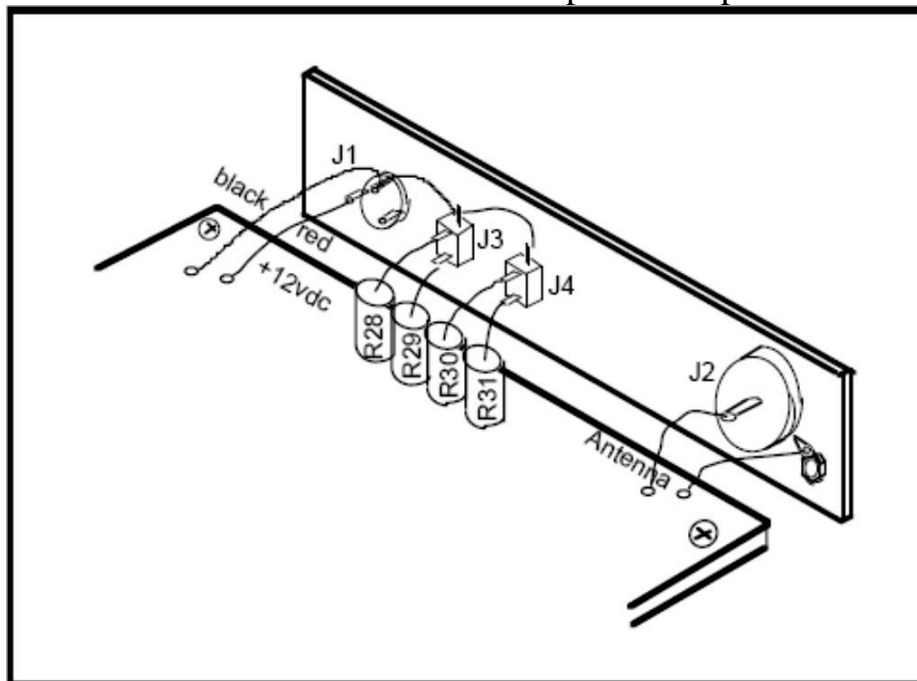

Figura 13. Cableado del panel trasero (R32 resistencia no se muestra)
13. Instale un extremo de cada resistencia fija R28-R31 en la placa de circuito impreso. Deje cerca de ¼ de pulgada de cable entre cada resistencia y la junta. El otro extremo de cada resistencia se suelda después a los conectores de audio (véase la Figura 13).
14. Conecte los circuitos integrados (CI) en sus zócalos. El CI se debe conectar en el enchufe con la marca pin 1 (por lo general un pequeño hoyuelo o un círculo en la esquina de la caja CI), cerca de la muesca en el zócalo. Tenga cuidado de insertar el CI en la toma - que es fácil tener un pin doblado bajo el CI. La manera más fácil es registrar los pasadores del CI a lo largo de un lado de la toma de corriente de modo que estén justo dentro de los agujeros del receptáculo. Luego con la uña o un objeto plano como una hoja de un destornillador - Empuje los pines de integrados en el lado opuesto hacia dentro hasta que se alineen
6. Instale el cable rojo del conector de alimentación al orificio de placa de circuito impreso marcado 12 vdc (Figura 13). Instale el cable negro del conector de alimentación al orificio de tierra en la placa de circuito impreso junto al orificio del tornillo en la esquina. La ubicación de estos cables en la placa de circuito impreso se ve fácilmente en la vista de rayos X (Figura 4).
7. Instalación completa de resistencias R28, R29, R30 y R31, como se muestra en la Figura 13. Deje un poco de longitud de cable adicional para que los clientes potenciales de resistencia no estén tensos. Primero soldadura R29 y R31 en las pestañas inferiores de los dos conectores de audio. Luego soldar R28 y R30 a las pestañas horizontales superiores como se muestra en Figura 13. Recorte el exceso de cables de plomo después de soldar.